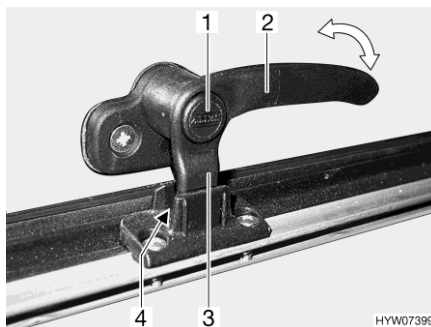

Bild 37 Låsarm (läget "kontinuerlig vädring")
- I läget "kontinuerlig vädring" (Bild 37)
- Tryck på låsknappen (Bild 37,1) och håll den nedtryckt.
- Sväng låsarmen (Bild 37,3) ett kvarts varv mot fönstrets mitt.
- Vrid tillbaka låsarmen. Därvid måste låsarmens låsspak (Bild 37,3) föras in i spåret på fönsterlåsen (Bild 37,4).
- Släpp låsknappen (Bild 37,1).